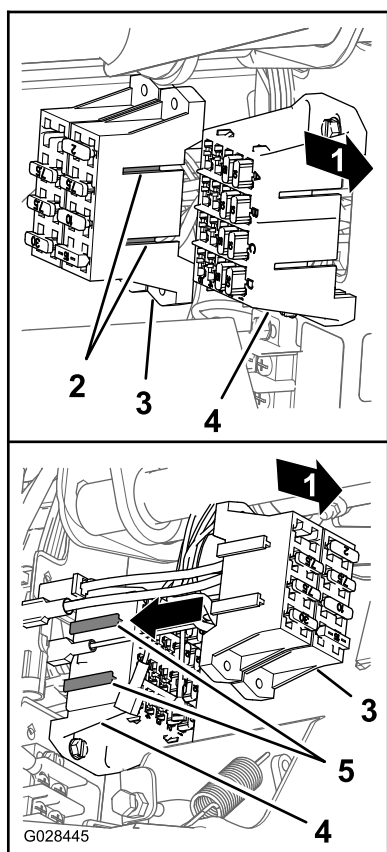

Figure 24
6. Alignez les éléments en T du porte-fusibles du pulvérisateur et les fentes en T du porte-fusibles de la machine, et glissez le porte-fusibles du pulvérisateur dans les fentes jusqu'à ce qu'il soit parfaitement fixé (Figure 24).